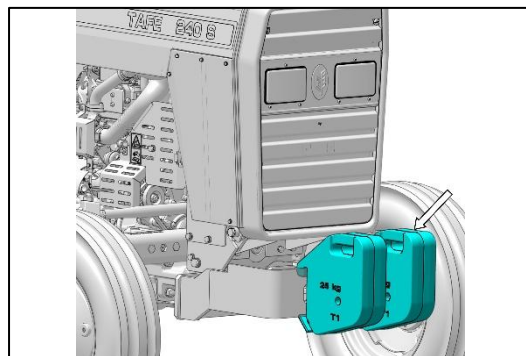

Fig. 75 - VOORKOMEN VAN ACHTEROVER KANTELEN
- Gebruik frontgewichten om de stabiliteit te vergroten bij het trekken van zware lasten of om het gewicht van een achterop gemonteerd zwaar werktuig te compenseren (Fig. 75).